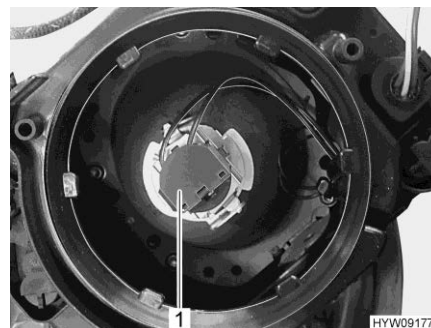

Fig. 219 Ampoule (feux de croisement/feux de route)
- Tourner la douille (Fig. 219,1) avec la lampe dans le sens inverse des aiguilles d'une montre et la retirer du boîtier de la lampe.
- Mettre la douille (Fig. 219,1) avec l'ampoule dans le boîtier de la lampe et serrer en vissant dans le sens des aiguilles d'une montre. La douille s'enclenche de manière audible.